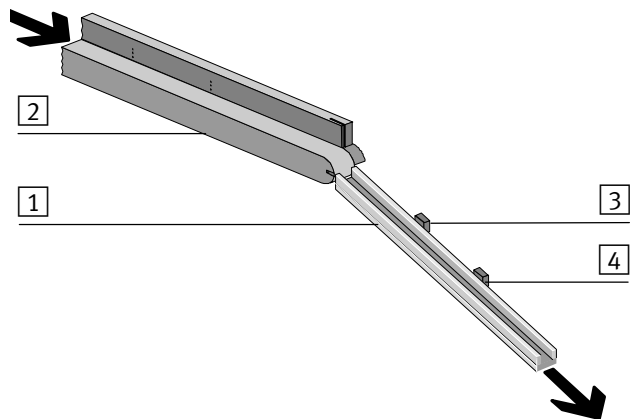

Fig. 3/7 : Contrôle des zones d'accumulation avec retard de mise en marche
CheckKon permet de configurer le CHB-C-N au choix pour fonctionner avec un capteur de zone d'accumulation ou pour la temporisation d'activation du bol vibrant avec deux capteurs de zone d'accumulation (Fig. 3/7) : menu [View] (Vue) [System parameter] (Paramètre système) ◇ Transporting systems (Systèmes de transport) ◇ Continuing systems (Systèmes suivants) ◆ Number of buffer zone sensors (Nombre de capteurs de zone d'accumulation) = 1 (2).